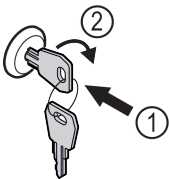

Fig. 191
- ▶ Вставьте ключ Fig. 191 (1).
- ▶ Поверните ключ на 90° по часовой стрелке Fig. 191 (2).